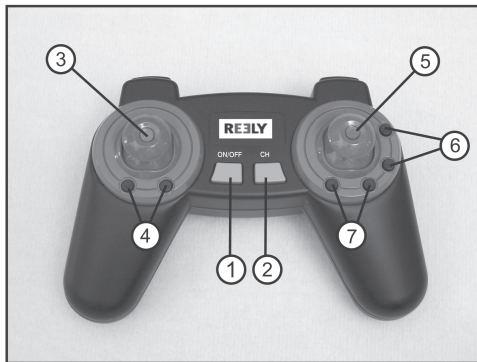

Figure 4
- Remettez à « 0 » les compensateurs sur l'émetteur. Pour ce faire, appuyez successivement simultanément sur les deux boutons correspondants du compensateur pour le lacet, le tangage et le roulis (voir également figure 4, n° 4, 6 et 7) jusqu'à ce que la neutralisation de la compensation soit confirmée par deux tonalités.